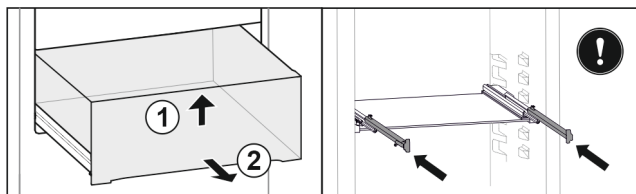

Fig. 22
- ▶ Nadzvedněte zásuvku vpředu. Fig. 22 (1)
- ▶ Vyjměte zásuvku dopředu. Fig. 22 (2)